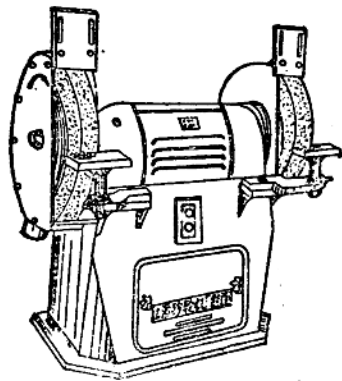

图 1-3 砂轮机
(3) 砂轮机 砂轮机(图1-3)主要用于刃磨钻头、铰子和刮刀等工具,有时也用来磨削工件或毛坯件上的飞边和毛刺等。它由砂轮、电动机和机体几部分组成。砂轮机使用时,应考虑到砂轮转速高,材质脆的特点。特别注意安全操作问题,严格遵守安全规则。防止砂轮碎裂,造成人身伤害事故。